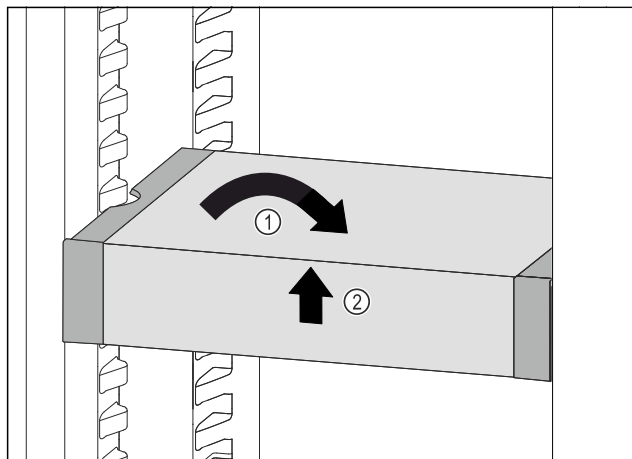

Fig. 137
- VarioSafe postavte rovně. *Fig. 137 (1)*
- VarioSafe vpředu zvedněte. *Fig. 137 (2)*